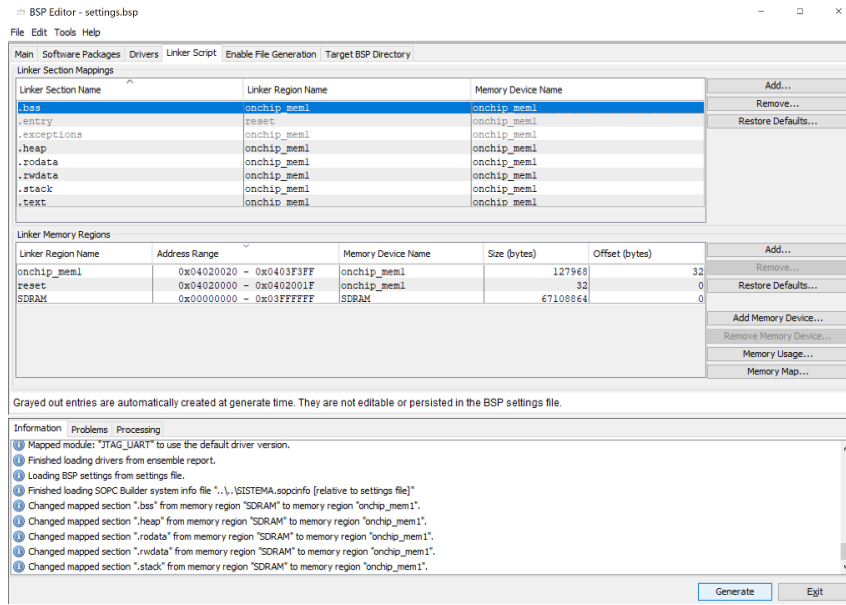

Ilustración 28: Revisión de los espacios de memoria de cada procesador.
36. Asegúrese que tanto **NIOS1** y **NIOS2** se encuentren ejecutando desde sus espacios de memoria, como se visualiza en la ilustración 28. En el caso de **NIOS1** se ejecuta desde **onchip_mem1**, y **NIOS2** se ejecuta desde **onchip_mem2**.